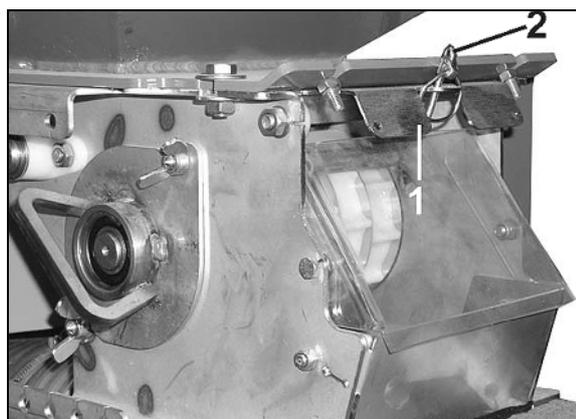

Fig. 89
1. Den Klappstecker (Fig. 89/2) entfernen (nur erforderlich zum Verschließen des gefüllten Saatgutbehälters mit dem Schieber (Fig. 89/1).